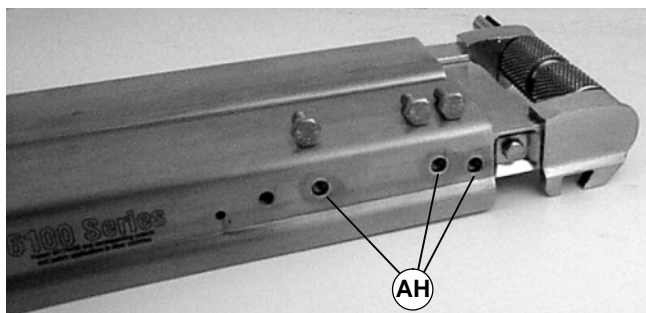

Abbildung 30
3. Die drei (3) Schrauben (AH in Abbildung 30) auf der gegenüberliegenden Seite des Achszapfens entfernen.